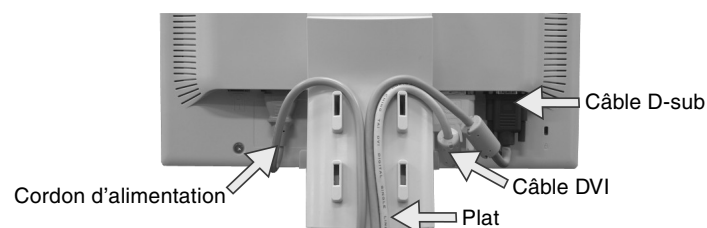

Figure C.2
5. Placez le câble DVI, le câble D-Sub et le câble d'alimentation entre les guides comme indiqué sur la **Figure C.2**.
6. Assurez-vous que tous les câbles sont bien fixés contre le support (**Figure C.2**).